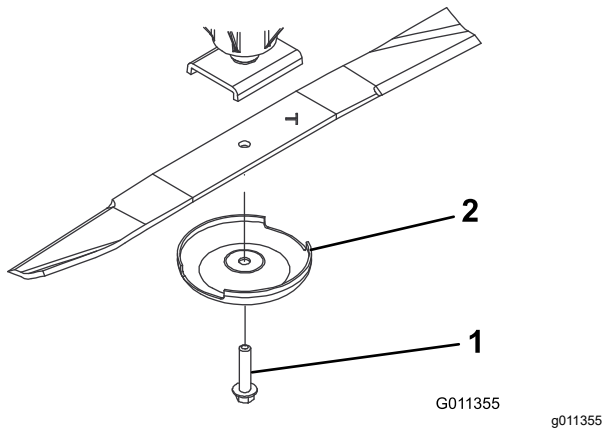

图 75
3. 卸掉刀片螺栓、防刮罩并从锭轴上取下刀片 (图 75)。